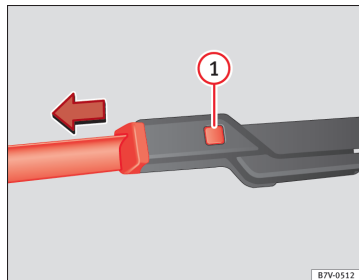

Fig. 160 Udskiftning af viskerblade til forruden
- Hold udløserknappen ⇒ Fig. 160 ① nede, og træk samtidig viskerbladet af i pilens retning.